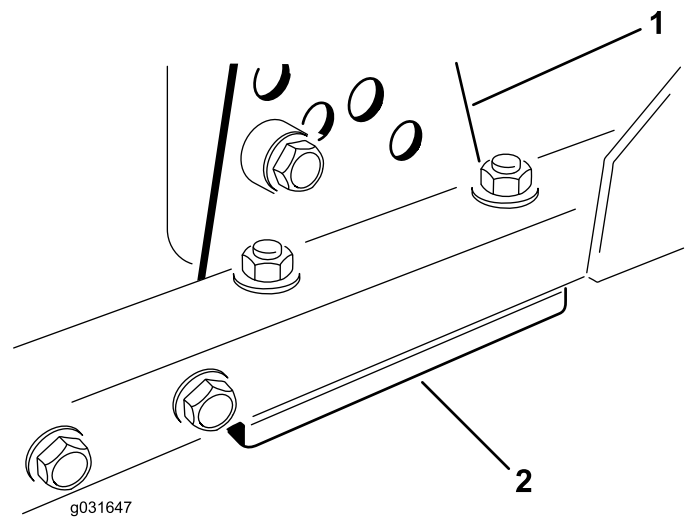

Figure 71
1. Retirez le support de hauteur de coupe (avant, gauche ou droit) du cadre de l'unité de coupe (Figure 71).
2. Placez des cales de 1,5 mm (0,06 po) et/ou une cale de 0,7 mm (0,03 po) entre le bâti et le support de l'unité de coupe pour obtenir la hauteur de coupe voulue (Figure 71).
3. Montez le support de hauteur de coupe sur le cadre de l'unité de coupe en plaçant les cales restantes sous le support (Figure 71).